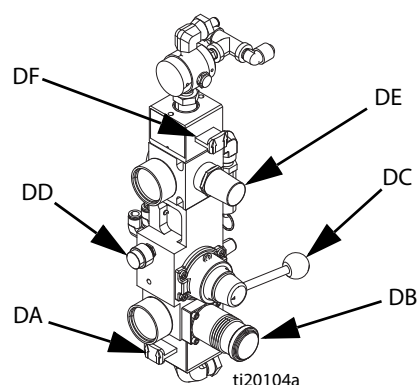

Рис. 32: Органы управления питательного насоса
- c. Переведите главный пневматический золотниковый клапан (DA) и золотниковый клапан пневматического двигателя (DF) в положение ВЫКЛ. См. Рис. 32.
- m. Когда плита давит на жидкость, переведите золотниковый клапан пневматического двигателя (DF) в положение ВКЛ. См. Рис. 32. Питательный насос начнет работать. Продолжайте перекачивание насосом, пока емкость не опустеет или пока в бак не будет подано необходимое количество жидкости. Для остановки питательного насоса переведите золотниковый клапан пневматического двигателя (DF) в положение ВЫКЛ.
- n. Для подъема плиты из ведра нажмите на продувочный клапан (DD), а затем поднимите направляющий клапан. Питательный насос подаст воздух под давлением в